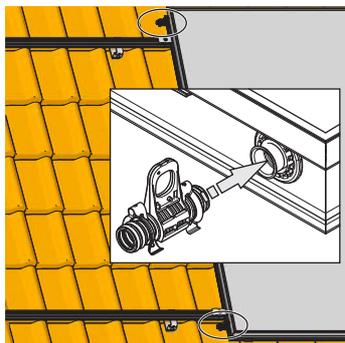
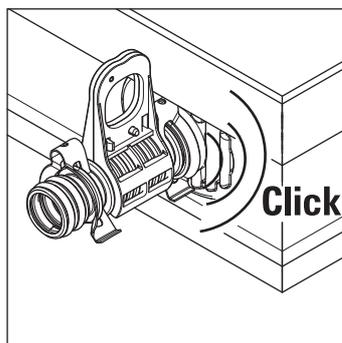

Fig. 3-26 Inserimento dei compensatori
Fig. 3-27 Bloccaggio dei compensatori
4. Inserire i compensatori nei tubi di collegamento dell'ultimo collettore piano montato fino all'innesto dei bloccaggi (fig. 3-26 + fig. 3-27).